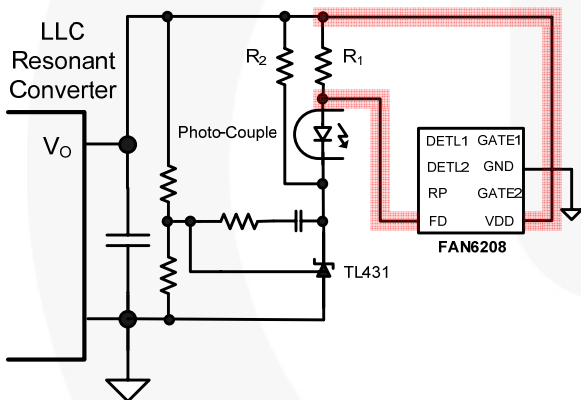
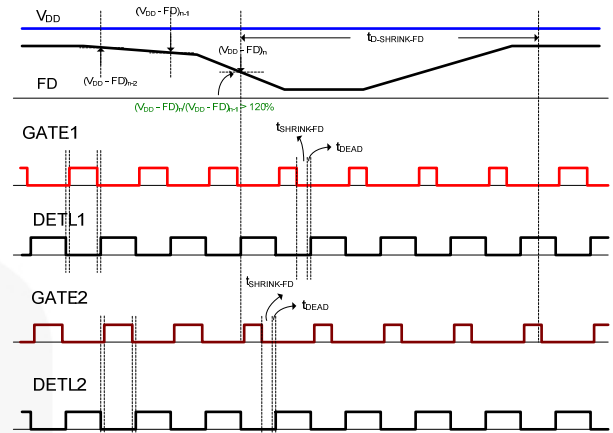

Figure 15. FD管脚的应用电路
Figure 16. 反馈检测引起的门极收缩
- 当反馈信息变化很快时，通过测量与光耦二极管串联电阻的压降，FAN6208可以监控流过光耦二极管的电流，如图15所示。如果流过光耦二极管的反馈电流增加并超出前一开关周期中反馈电流的20%，则SR门极信号收缩 $t_{SHRINK-FD}$ ，大约为 $1.4\mu s$ ，此时 $t_{D-SHRINK-FD}$ 大约为 $90\mu s$ ，如图16所示。